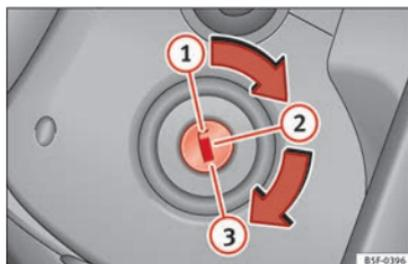

Fig. 156 Positions de la clé de contact.
Dans cette position » » fig. 156 l'allumage et le moteur sont déconnectés, ce qui peut bloquer la direction.
- Amenez la clé de contact en position » **fig. 156** . Le témoin  s'allumera en cas de préchauffage du moteur.
- Amenez la clé de contact en position **» fig. 156 ①**.